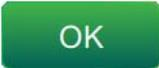

Abbildung 5-16: Bildschirm zur Eingabe der Schriftgröße
8. Berühren Sie die Schaltfläche *Schrift*, und wählen Sie „12 High International“ aus der Dropdown-Liste aus (siehe Abbildung 5-16). Berühren Sie die  Schaltfläche.
20. Berühren Sie die Schaltfläche *Schrift*, und wählen Sie „12 High International“ aus der Dropdown-Liste aus (siehe Abbildung 5-16). Berühren Sie die  Schaltfläche.
28. Berühren Sie die Schaltfläche *Schrift*, und wählen Sie „12 High International“ aus der Dropdown-Liste aus (siehe Abbildung 5-16). Berühren Sie die  Schaltfläche.